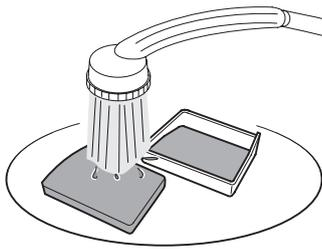

Abb. 30
6. Spülen Sie beide Teile von Hand mit klarem, kaltem Wasser gründlich aus (Abb. 30).